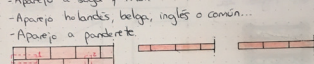

Figura 4a
• Afaraña Ver en "Fisición de ladrillo" (Figura 4a)
• Adosado Figura 4a